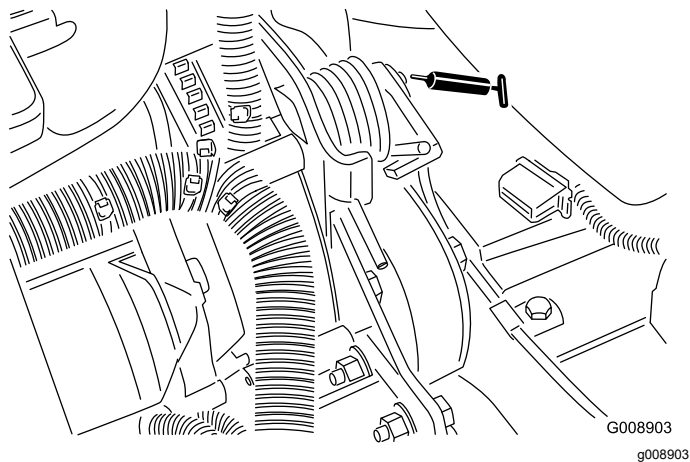

Figura 54
- Articulação da tensão da correia (Figura 54)